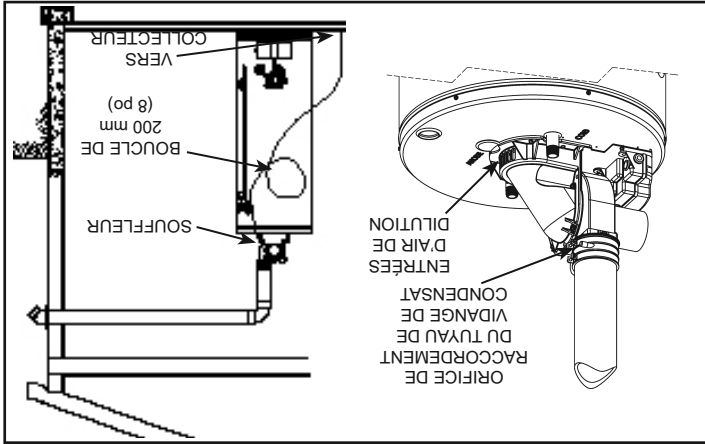
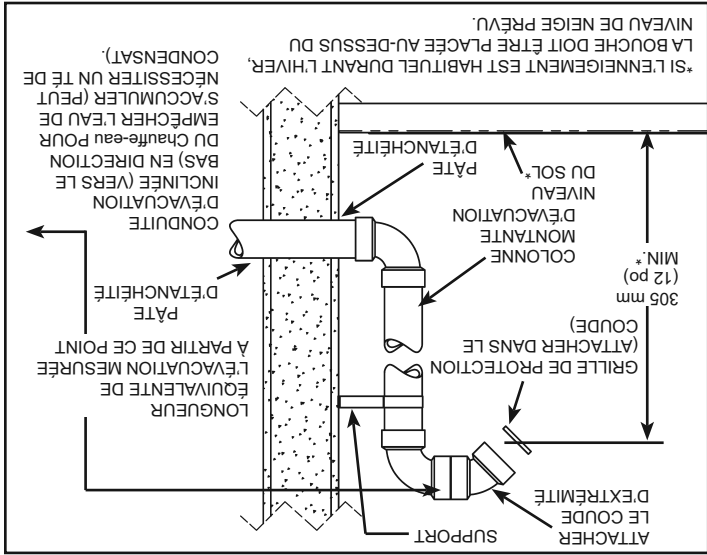
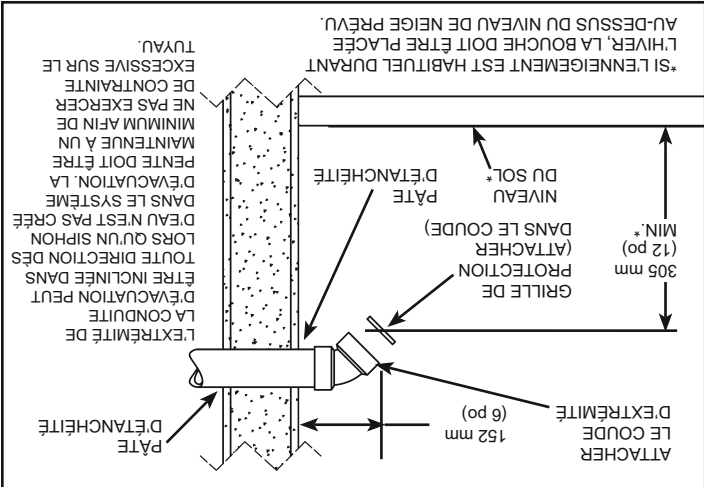
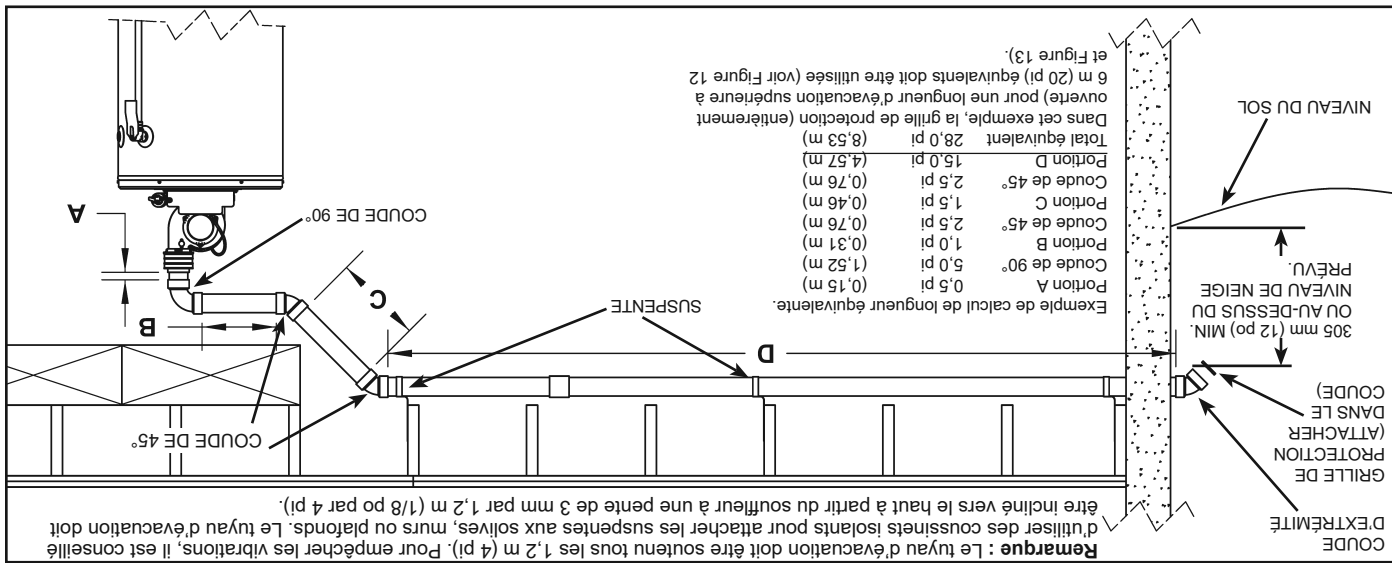

Figure 25
Figure 16
Figure 17
Figure 15
La condensation ne se produit pas dans toutes les installations de chauffe-eau à évacuation mécanique, mais elle doit être vidangée sur les installations où elle peut se former dans le système d'évacuation. La condensation dans le système d'évacuation dépend des conditions d'installation, notamment de la température et l'humidité ambiantes du lieu d'installation, de la température et l'humidité ambiantes de l'espace d'évacuation, de l'écoulement et la pente de l'évacuation et du régime d'utilisation du produit. Dans certaines conditions, les installations dans un espace non chauffé où dont le système d'évacuation comporte de longues portions horizontales ou verticales peuvent présenter de la condensation. Les longues portions de conduite d'évacuation qui traversent des espaces frais ou froids connaissent généralement de la condensation. Le tuyau d'évacuation doit être incliné vers le haut à partir du souffleur et un moyen adapté d'écoulement et d'élimination du condensat doivent être prévu par l'installateur. Si les conditions d'installation sont telles qu'il se produit de la condensation, installer une boucle de purge de condensat d'environ 200 mm (8 po) de diamètre en tuyau souple en plastique de 3/8 po. Raccorder le tuyau souple à l'orifice de vidange sur le manchon en caoutchouc du souffleur (voir Figure 25). Faire une boucle verticale avec le tuyau comme sur l'illustration. La boucle du tuyau doit être remplie d'eau au moins à moitié avant de faire fonctionner le chauffe-eau. S'assurer que l'extrémité du tuyau débouche sur un collecteur de vidange car le condensat s'écoule de son extrémité. Attacher le tuyau sur le côté du chauffe-eau. Avant de faire fonctionner le chauffe-eau, s'assurer que le capuchon amovible est en place sur l'orifice de vidange (si un tuyau de vidange n'est pas nécessaire).
Ce chauffe-eau à évacuation mécanique accepte un manchon en caoutchouc de 2 po ou de 3 po selon le modèle. Ce manchon se raccorde à la tuyauterie d'évacuation et s'attache comme illustré de la Figure 20 à la Figure 25. Voir la Figure 15 et la Table 4 pour déterminer la taille de l'évacuation qui convient à l'installation considérée.
1. Ce chauffe-eau à évacuation mécanique est fourni avec un souffleur déjà installé (voir Figure 25).
6. Calculer la « longueur équivalente d'évacuation » avant de débiter. Ne pas dépasser les valeurs indiquées dans la Table 4. Un exemple de détermination de cette longueur est illustré à la Figure 15. La valeur calculée doit également être utilisée pour déterminer quel grillage de protection installer dans le coude de bouche d'évacuation.
La grille d'évacuation est nécessaire pour empêcher des corps étrangers, rongeurs et petits oiseaux de pénétrer dans le système d'évacuation. Ces grilles sont dimensionnées de façon à assurer un rendement énergétique maximal du système d'évacuation en fonction de la « longueur équivalente » de la tuyauterie d'évacuation. CHOISIR UNIQUEMENT LA GRILLE PARTICULIÈRE QUI CORRESPOND À LA CONFIGURATION DE L'ÉVACUATION (voir Figure 12 et Figure 13). La méthode de détermination de la « longueur équivalente » est illustrée à la Figure 15 et dans la Table 4. Cela permettra de la retirer facilement pour le contrôle et le nettoyage.
- Voir les matériaux et dimensions des tuyaux d'évacuation à la Figure 15 et la Table 4. Des exemples de bouches d'évacuation sont présentés à la Figure 16 et la Figure 17. Si l'installation nécessite une colonne montante d'évacuation forcée, un écoulement adapté doit être prévu pour éviter l'accumulation de condensation. La sortie de l'évacuation à travers un toit est illustrée à la Figure 18.
Ce chauffe-eau est conçu pour évacuer les produits de la combustion (gaz de combustion) vers l'extérieur au moyen d'un système de conduites étanches. Table 4 indique les matériaux et dimensions admissibles pour l'évacuation. Figure 15 montre la configuration générale de l'évacuation alors que Figure 16 à Figure 18 illustrent divers détails d'extrémité et dégagements. Le raccordement de la tuyauterie d'évacuation au souffleur est